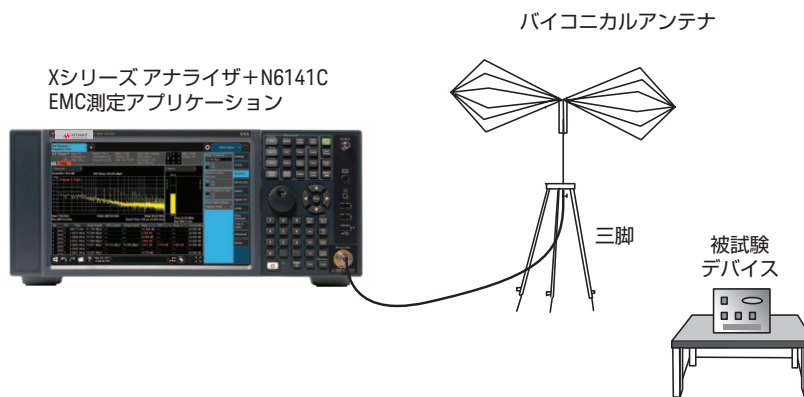

図10. 放射線エミッションテストのセットアップ
1. アンテナ、DUT、シグナル・アナライザを図10のように配置します。アンテナとDUTの間には、承認機関の要件で指定された距離を取ります。スペースが限られている場合は、アンテナをDUTに近づけて、新しい位置を反映するようにリミットを変更することもできます。例えば、アンテナを10 mから3 mに移動した場合は、振幅を10.45 dBだけ調整する必要があります。アンテナを放射デバイスの近傍界($\lambda/2\pi$ 、3 mでは15.9 MHz)に置かないように注意が必要です。ほとんどの商用の放射線エミッションは30 MHzから始まります。